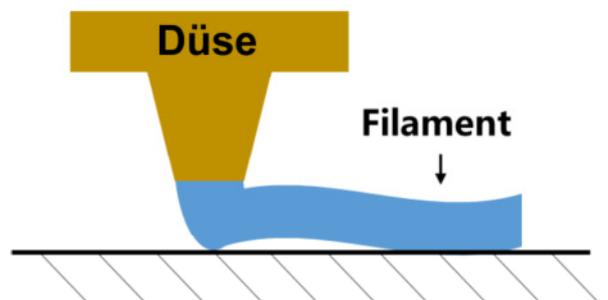

Abbildung 11
Bei "Düse zu tief" oder "Düse zu hoch" (**Abb. 11 A oder C**) klicken Sie auf dem Display bitte auf "Stop", heben Sie die Düse an (klicken Sie dazu auf "Tools" → "Axis" → "10" auf + Z Spalte), und passen Sie die entsprechenden Stellschrauben unter der Plattform manuell an.
**Ggf. muss der Test einige Male durchgeführt werden, bis zufriedenstellende Ergebnisse erzielt werden, wie in Abb. 11 B.**